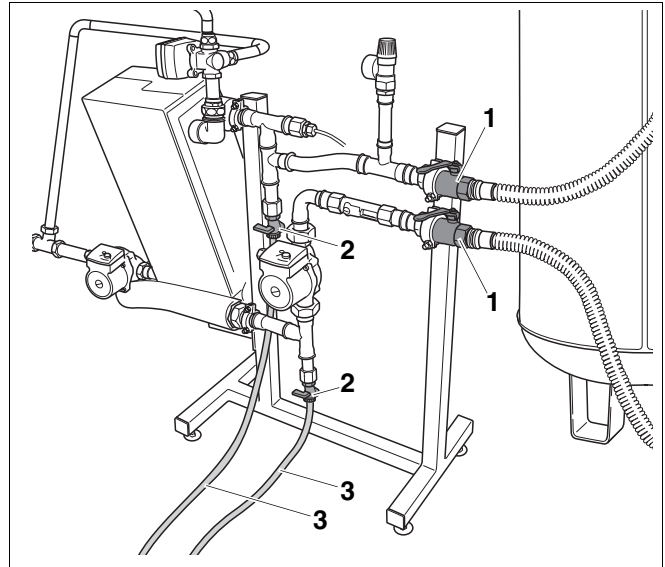

Abb. 17 Plattenwärmetauscher reinigen
- Schließen Sie die beiden Absperrhähne (Abb. 17, **Pos. 1**).
- Schließen Sie an die beiden FE-Hähne (Abb. 17, **Pos. 2**) Schläuche an, die zur Spüleinrichtung führen.
- Öffnen Sie die beiden FE-Hähne (Abb. 17, **Pos. 2**) und führen Sie die Spülung des Plattenwärmetauschers durch.
- Schließen Sie die FE-Hähne (Abb. 17, **Pos. 2**) und demontieren Sie die Spüleinrichtung.